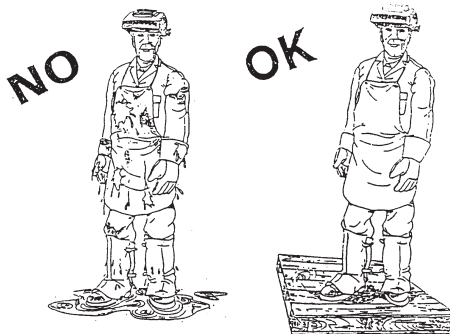

Fig.7
- reforçar a protecção individual, o isolamento do pavimento e da peça de soldar pelo operador (Fig. 7)